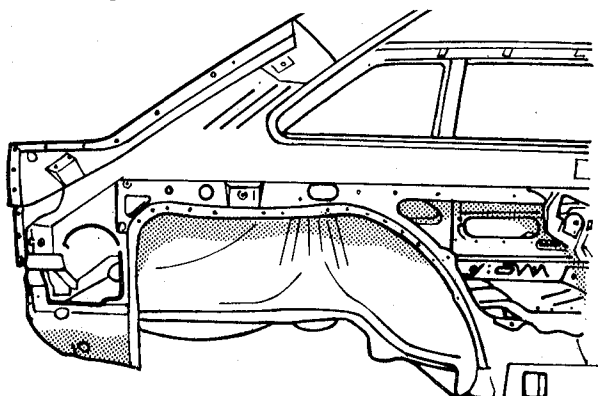

fig. 161
3. Lixar a aba de solda ao longo da linha de corte (fig. 161)